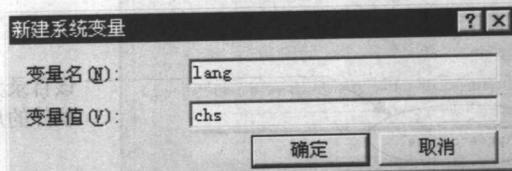

图 1.1.1 “新建系统变量”对话框
- Step1. 选择 Windows 的 **开始** → **设置 (S)** → **控制面板 (C)** 命令。
- Step3. 在弹出的“系统特性”对话框中单击 **高级** 标签，在 **高级** 选项卡中单击 **环境变量 (E)...** 按钮。
- Step4. 在弹出的“环境变量”对话框中，单击 **新建 (N)...** 按钮。
- Step5. 在如图 1.1.1 所示的“新建系统变量”对话框中，创建“变量名”为 lang、“变量值”为 chs 的系统变量。